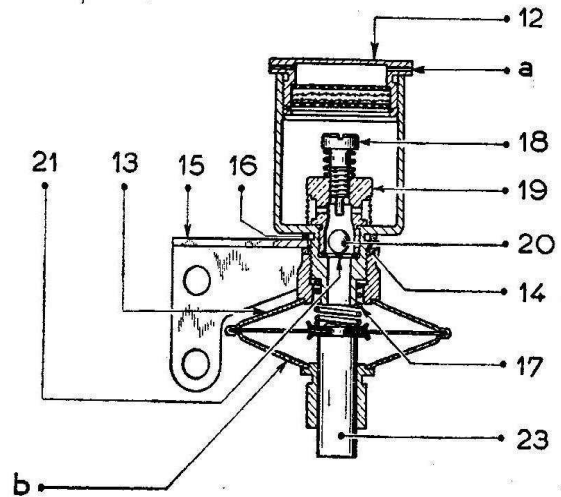

Fig. 10. Tomgangsbremsen 26 BCI.
Giv motoren gas og lad igen gasspjældet falde tilbage til tomgang. Mål den tid det varer, fra tomgangshastighedsskruen kommer i berøring med tomgangsbræmsens stødstang, indtil denne når sin øverste stilling. Tiden skal være mellem 2 og 2,5 sekunder. Er dette ikke tilfældet, aftages bræmsens dæksel, (12) i fig. 10, og der stilles på justerskruen (18). Når denne skrues indefter, forkortes tiden og omvendt.